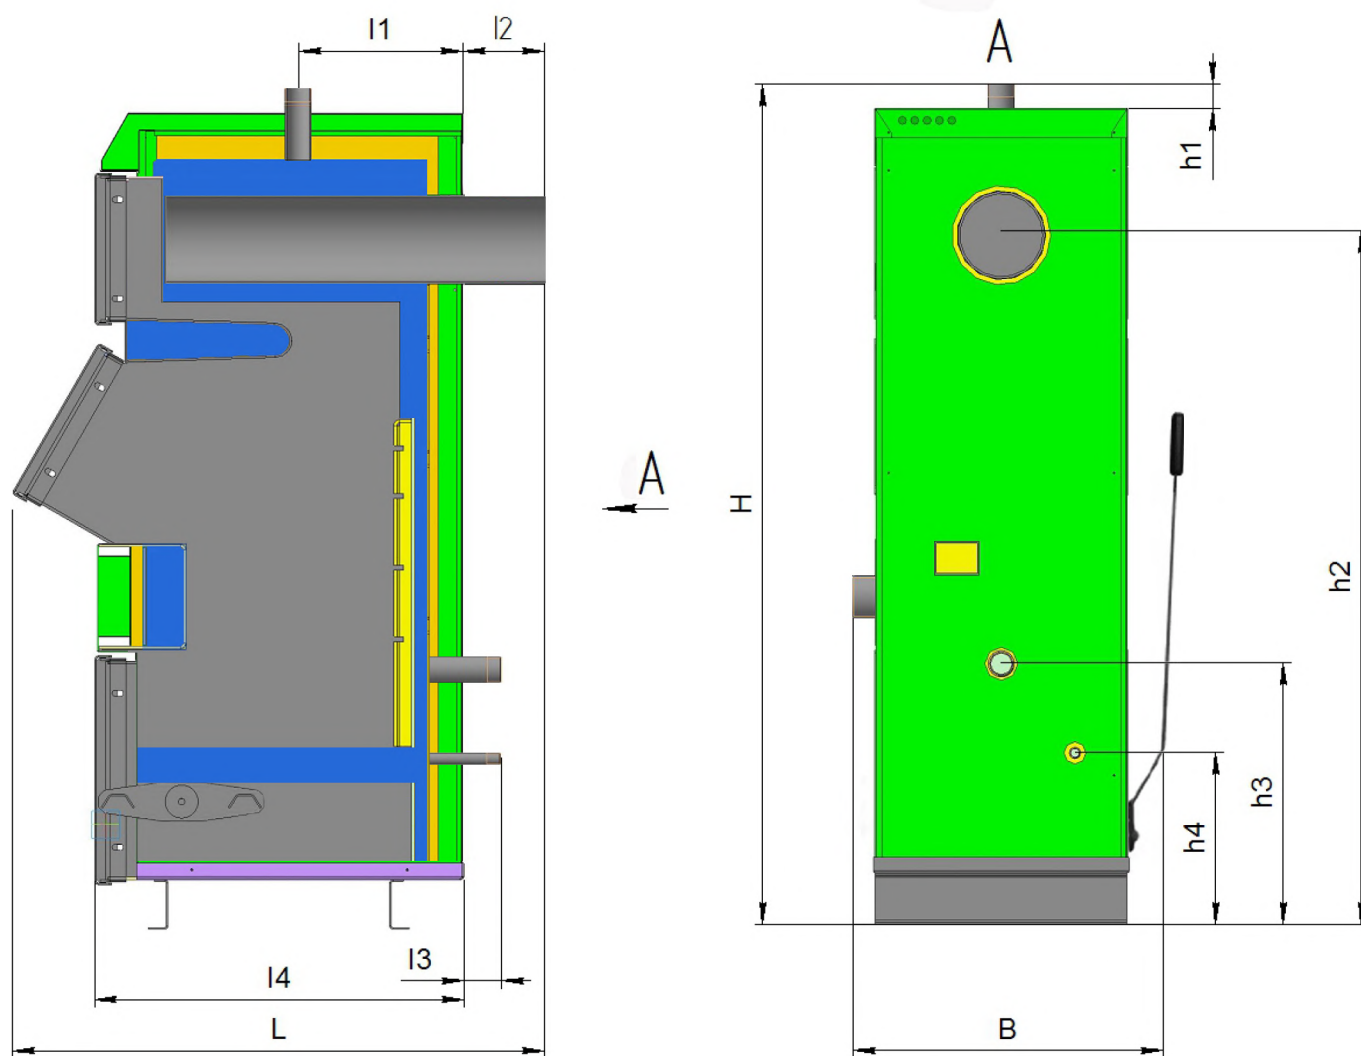

Рисунок 1. Габаритные и присоединительные размеры Котлов моделей LC Mega 12-32
| Габаритные и присоединительные размеры Котла (см. рис.1), мм: | | | | |
Котел (рис.1) представляет собой стальной сварной теплоизолированный каркас, обшитый снаружи съемной декоративной облицовкой, все вместе образующие собой корпус, и устанавливаемый на собственных опорах (16). Внутреннее пространство имеет сложную конфигурацию, включает в своем составе трубчатый теплообменник (14), предназначенный для циркулирования теплоносителя (воды), листовые детали, образующие вместе со стенками каркаса камеру сжигания, воздухоподводящие каналы (на рисунке не показаны), (систему дымоудаления из Котла (9)). Внутри каркаса в нижней части расположены устройства: колосниковая решетка для размещения топлива (15), зольный ящик (5) для сбора и удаления золы, а также механизм очистки колосников от сажи (6). В нерабочем состоянии механизм (6) располагается в зольном ящике (5). Колосниковая решетка выполнена из труб гидравлического контура Котла и является неотъемлемой частью теплообменника (15). Снаружи Котел имеет дверцы для обслуживания Котла (11,12,13), патрубки для подсоединения к трубопроводам водяного контура системы отопления (1,2), патрубок для опорожнения теплообменника (3), штуцер для установки тягорегулятора (17), штуцер для установки термодатчика (19), а также рычаг (7) для управления механизмом очистки.